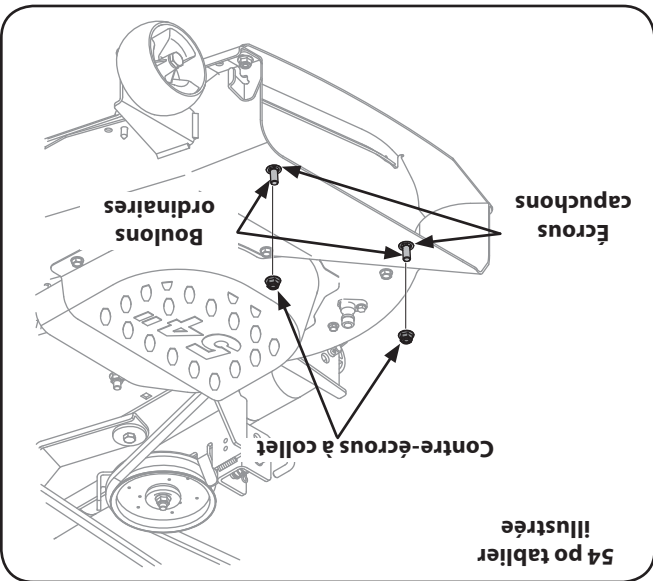

Figure 3-6
- Retirez les contre-écrous à collet du plateau de coupe. Ne retirez pas les écrous capuchons ni les boulons ordinaires. Ils faciliteront l'installation de la goulotte. Voir la Figure 3-6.